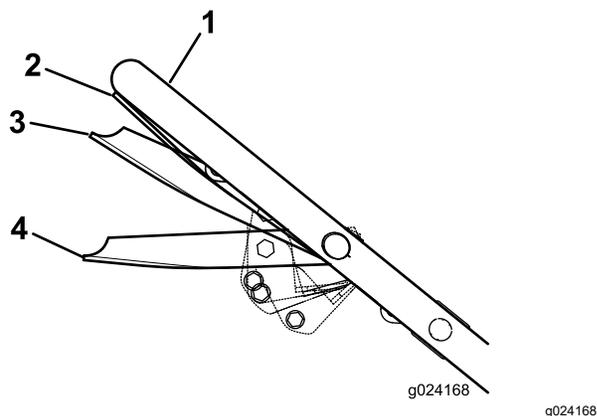

Figure 20
- Serrez la barre de commande contre le guidon en position Marche/Déplacement (Figure 20).
**Important:** Ne changez pas de vitesse lorsque vous serrez la barre de commande contre le guidon en position Marche/Déplacement au risque d'endommager la transmission. Placez la barre de commande en position Marche/Changeement (Figure 20) pour changer de vitesse de déplacement.